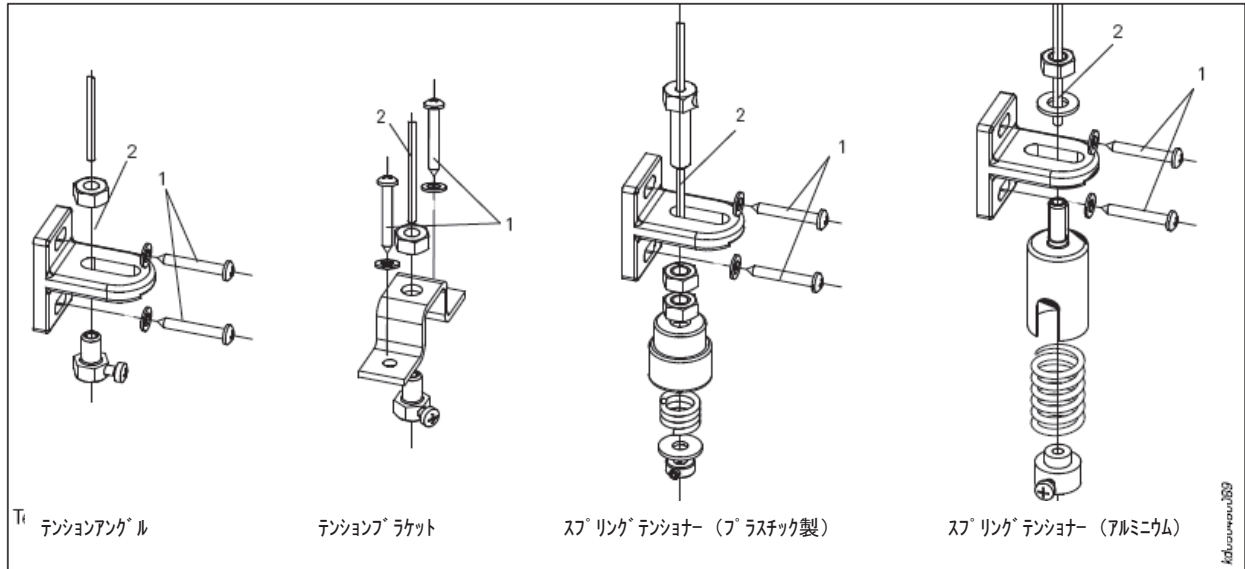

図18 テンションアングル/テンションブラケット
■テンションアングル/ブラケットを図18の通り取り付け
- スプリングテンショナーの取り付け（図18）